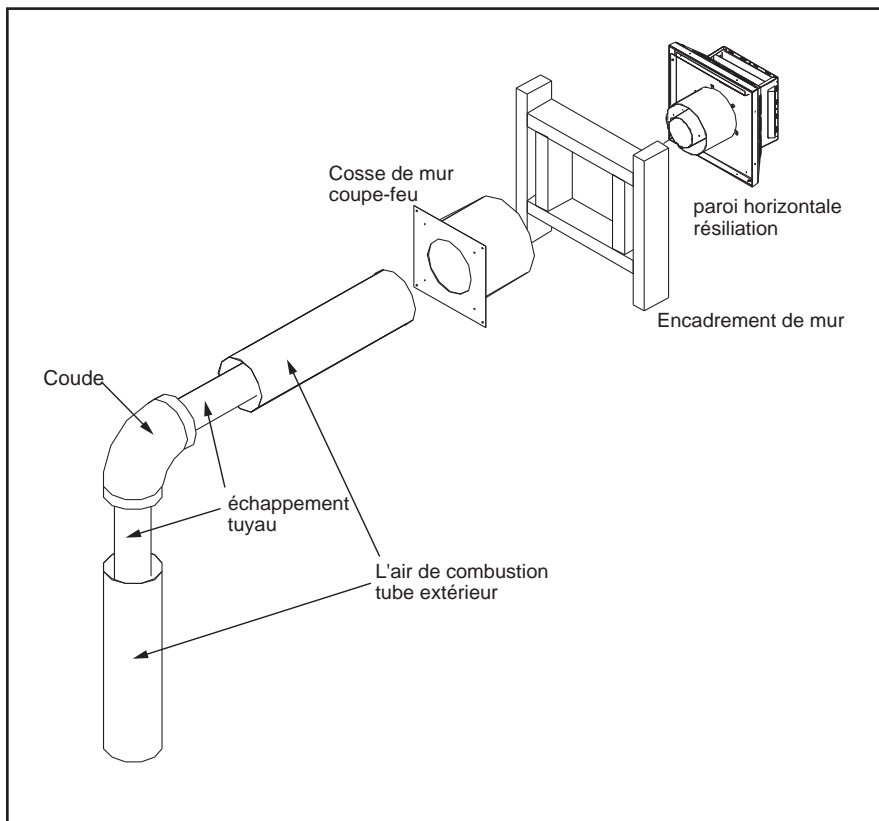

Figure 28. Vent Horizontal Résiliation
**Etape 3.** Avec le tuyau dans la position correcte et attaché à la cheminée, marquez le mur pour un 10 pouces (25,4 cm) x 10 pouces (25,4 cm) trou carré (voir figure 28). Le centre du trou doit correspondre à la ligne de centre du tube horizontal. Découpez et encadrez le trou dans le mur extérieur où l'évent sera résilié. Si la paroi étant traversée est fait d'un matériau non-combustible (par exemple en maçonnerie ou en béton) un trou de 7 pouces (17,8 cm) est acceptable.